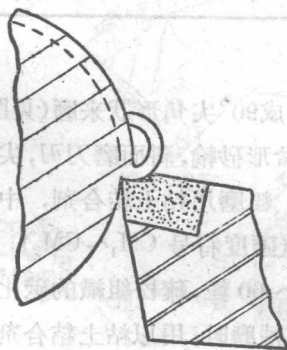

图 4
(3)阶台式車刀可以断屑,因为从工件上切离的切屑,通过刀具前面,遇阶台阻擋而使鉄屑弯曲,然后与工件接触折断(見图 4)。它的切屑形成大致有以下两种:螺旋狀和半垫圈形。